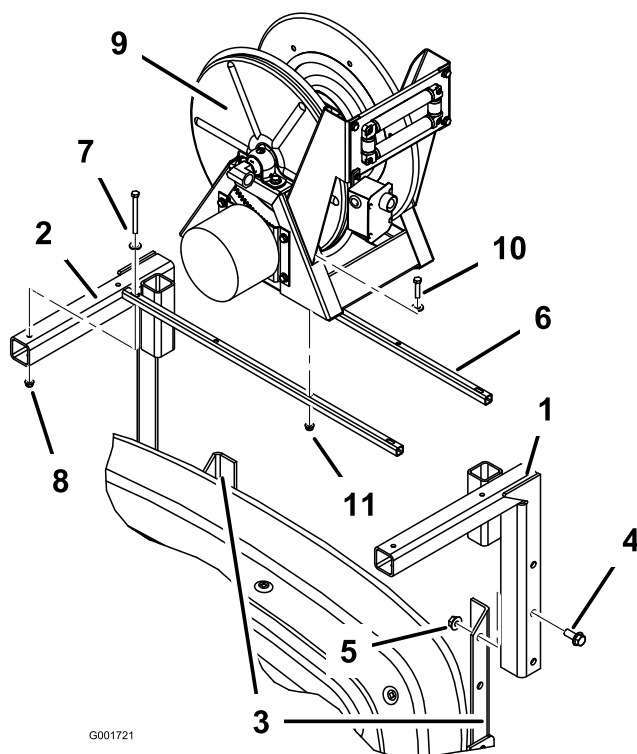

Figure 3
2. À l'arrière de la machine, montez les supports gauche et droit du dévidoir sur le cadre de la rampe, comme montré à la Figure 3. Fixez les supports au cadre de
3. Fixez les 2 tubes de montage du dévidoir aux supports du dévidoir (Figure 3) avec 4 boulons (5/16 x 3-1/2"), 4 rondelles plates (dia. ext. 11/16") et 4 écrous à embase (5/16").
4. Fixez le dévidoir aux tubes de montage (Figure 3) avec 4 boulons à embase (5/16 x 1-1/2"), 4 rondelles plates (7/8" dia. ext.) et 4 écrous à embase (5/16"). Ne serrez pas complètement les fixations pour permettre un ajustement ultérieur.